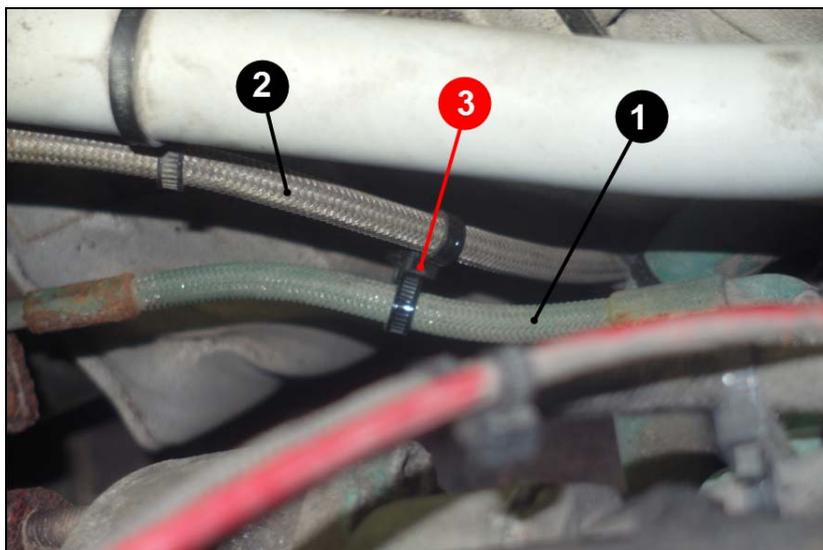

FIGURE 4 : INSTALLATION CONFORME (Photo prise d'en haut)
6. Si l'attache de nylon à double boucle est présente comme on peut le voir sur la FIGURE 4, alors l'installation est conforme. Ceci complète le bulletin, aucune autre vérification n'est nécessaire.